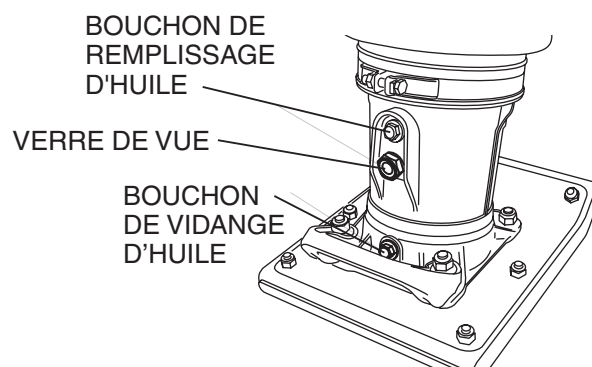

Figure 14. Bouchon de vidange d'huile
- Enlever le bouchon de vidange d'huile situé sur le boîtier du pied (Figure 14) et vidanger l'huile. Remplir avec à peu près 1,7 pinte (800 cc) d'huile moteur 10W-30 SE, SF ou de qualité